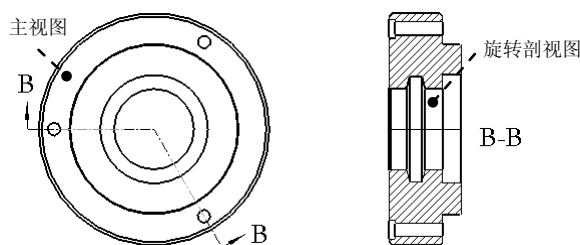

图 3.8.36 旋转剖视图
旋转剖视图如图 3.8.36 所示，操作步骤如下：
Step2. 先单击选中图 3.8.36 所示的主视图，然后右击，从系统弹出的快捷菜单中选择
Step7. 添加箭头。选取图 3.8.36 所示的旋转剖视图，然后右击，从弹出的快捷菜单中选择 **添加箭头** 命令；单击主视图，系统自动生成箭头。